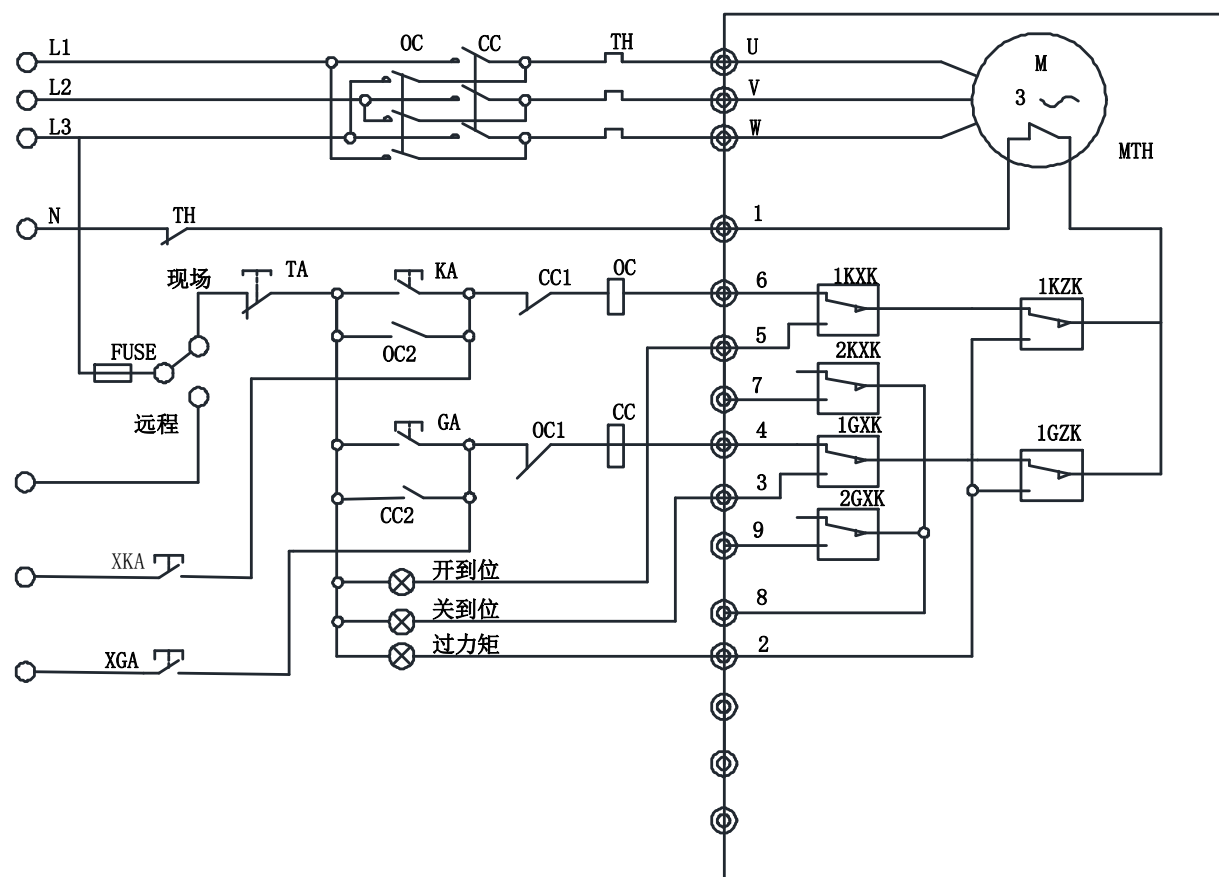

图 1 三相 380V 机械式多回转配线示意图
1. 图 1 电机为 380V 电机，外部配电箱采用 380V 电三相四线制接法，接触器为 220V 电压等级；
2. 图 1 接线为示意图，具体使用请以实际配电箱为主；机器内部图为简易示意图，具体请以实物为主；